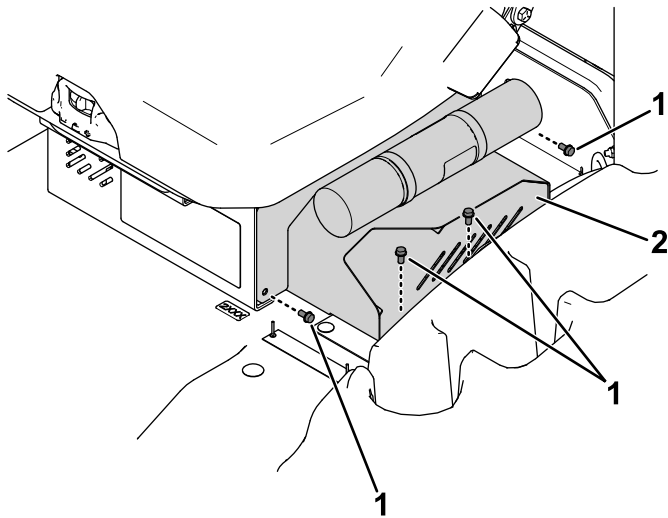

図 12
2. 充電器ケーブルのカバーを取り外す (図 12)。
3. 充電器ケーブルのカバーを取り付ける (図 12)。